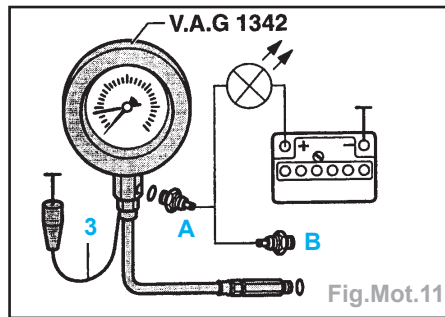

Fig.Mot.11
- Outils nécessaires (Fig.Mot.11) :
- Déposer le contacteur de pression d'huile **0,3 bar** (marron) ou le contacteur de pression **0,25 bar** (bleu) et le visser dans l'appareil de contrôle (Fig.Mot.11).